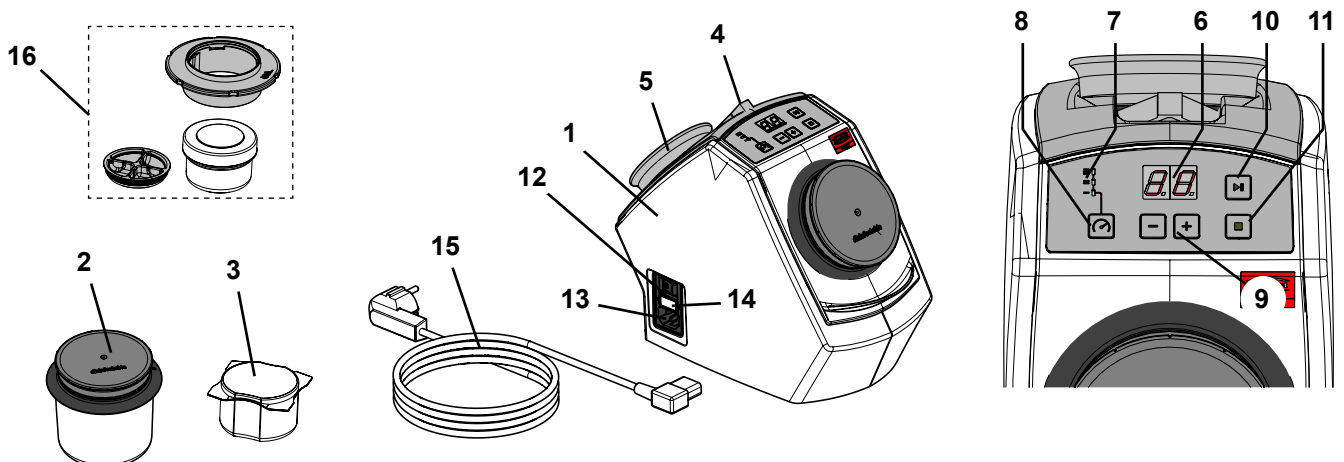

图 1
- ▶ 固位磁铁（图 1，位置 5）包含铅。
- ⇒ 将随附的镊子和固定磁铁放在设备背面的固定凹槽中（图1）。
- ⇒ 选择适当的插头和电源线（15, 图 1）。
- ⇒ 将电源线与电源（13, 图 1）连接。
- ⇒ 打开设备开关（12, 图 1）。
- ⇒ 用75克清洁针（对应於一个包装单元）填充清洁烧杯（图1中的2）
- ⇒ 将 ~ 5克清洗针放进 SYMPRO 义齿清洁迷你杯（附件，图1、16）